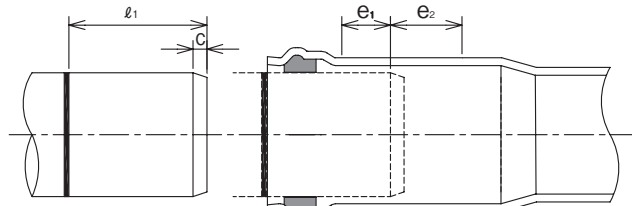

図3 標線位置, 面取り幅, 伸縮代
- (1) HT伸縮ソケットのゴム輪が溝からはずれていない事を確認してください。
- (2) 挿入する管の端部を面取りしてください(面取り幅は下表を参照してください)。
- (3) 管に標線を記入してください(管端部からの標線位置は下表および図3を参照してください)。記入後、図1のように標線部分に吊バンド、または床バンドを取り付けて挿入すると便利です(バンドが当たるまで挿入します)。